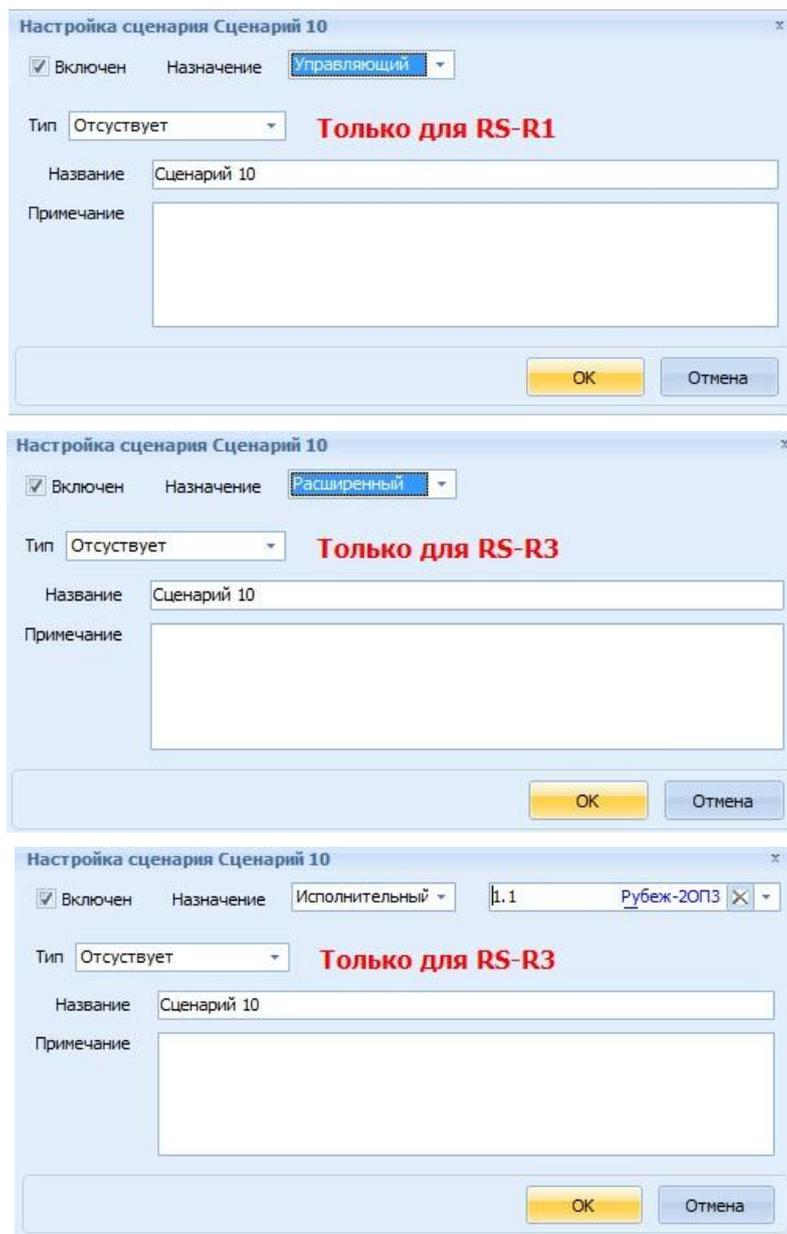

Рисунок 7.2 Окно «Настройка сценария»
Добавить новый сценарий работы можно с помощью кнопки панели инструментов , или команды **Добавить** контекстного меню. При этом откроется окно «Настройка сценария» (Рисунок 7.2).
- Исполнительный сценарий – запускается внутри управляющего сценария и может содержать устройства только одного прибора. Для исполнительного сценария необходимо выбрать прибор, устройства которого будут участвовать в сценарии (Рисунок 7.2). Название исполнительного сценария выделяется синим цветом.